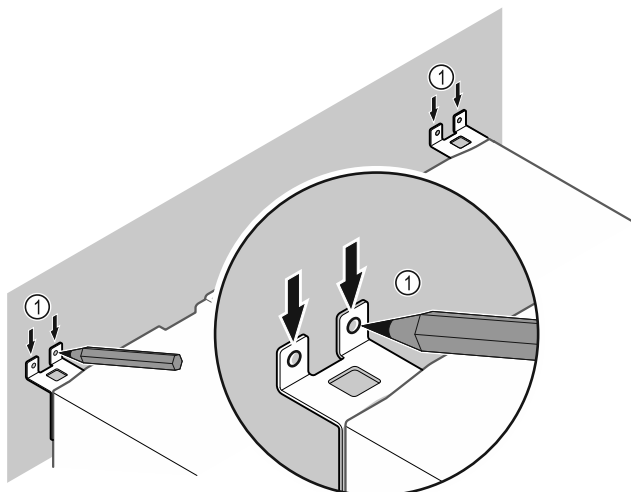

Fig. 13
- ▶ Postavite oznake na zid Fig. 13 (1).